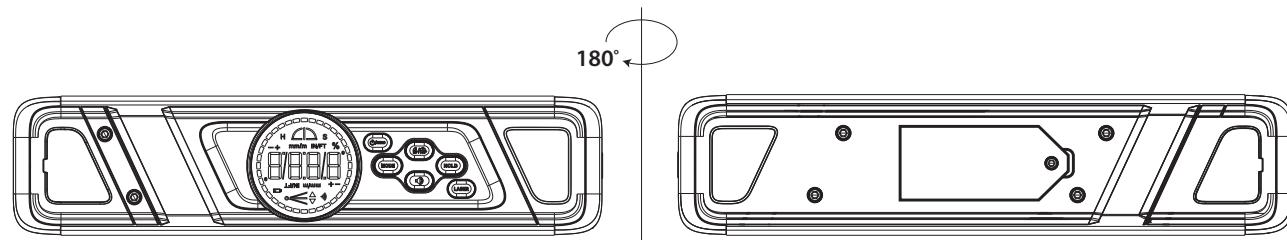

Рис. 3
- Нажмите кнопку (1), чтобы выключить прибор. Поместите прибор на ровную поверхность. Нажмите и удерживайте кнопку (3) в течение 2 секунд, затем нажмите кнопку (1), пока на дисплее (8) не появится надпись CAL1.
- Не перемещая прибор, нажмите кнопку (3). Надпись CAL1 начнет мигать, а затем превратится в CAL2.
- Поверните прибор на 180°, а затем нажмите кнопку (3). Надпись CAL2 начнет мигать. Когда надпись CAL2 превратится в CAL3, горизонтальная калибровка будет завершена (рис. 3).